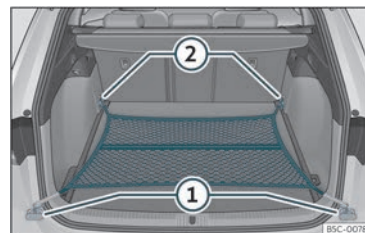

Fig. 125 Na bagageira: rede de separação engatada da nivelada com o solo.
- Fixe os ganchos da rede nas argolas de fixação ① e ② >>> Fig. 125 >>> ⚠. O fecho de correr do saco deve ficar voltado para cima.